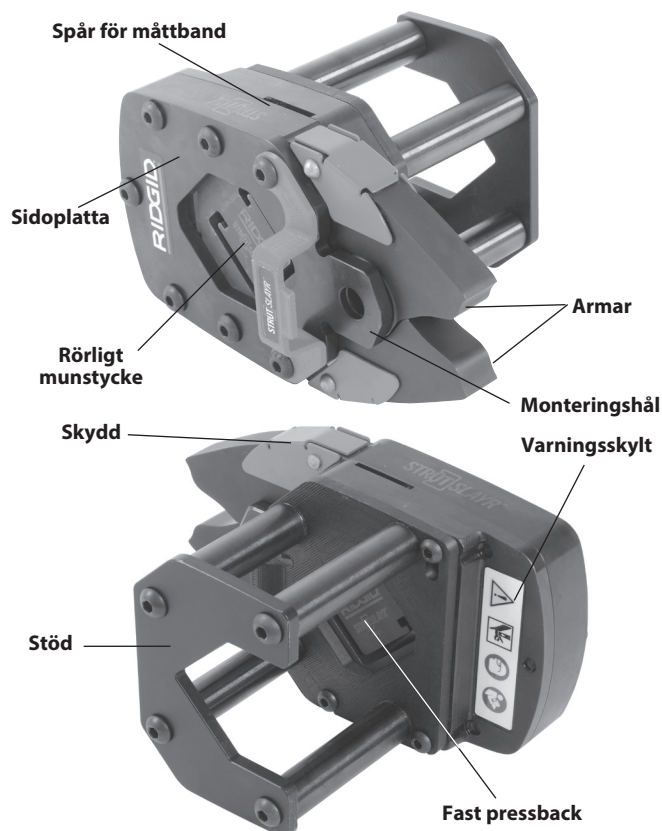

Bild 1 – STRUTSLAYR kaphuvud
- Korrekt montering och fullständighet (se bild 1).
- Om varningsskyltarna sitter kvar och är läsbara (som på bild 1).